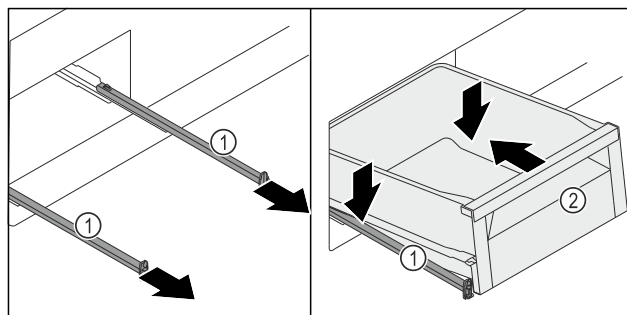

Fig. 136
- ▶ 拉出轨道 Fig. 136 (1)。
- ▶ 固定轨道 Fig. 136 (1)，将抽屉 Fig. 136 (2) 从上方斜着放到轨道 Fig. 136 (1) 上。
- ▶ 将抽屉 Fig. 136 (2) 向下推到轨道 Fig. 136 (1) 上，直至止挡。